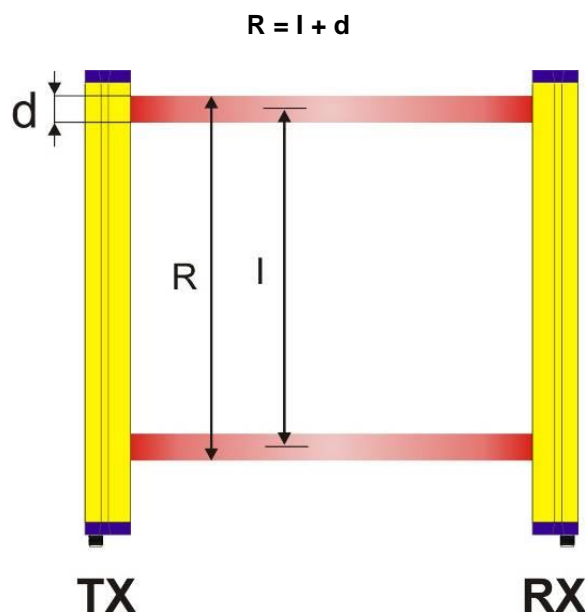

Abb. 1
- **Die Auflösung**, da sie eng an den Faktor gebunden ist, welcher Körperteil geschützt werden soll. Unter Auflösung der Einrichtung wird die Mindestgröße eines matten Objekts verstanden, durch den mindestens einer der den Abtastbereich bildenden Strahlen mit Sicherheit verdunkelt wird. Wie aus der Abb. 1 hervorgeht, hängt die Auflösung alleine von den geometrischen Eigenschaften der Linsen, dem Durchmesser und dem Abstand ab und wird dabei nicht von den Umgebungs- und Betriebsbedingungen des Lichtvorhangs beeinflusst. Der Auflösungs Wert lässt sich mit folgender Formel errechnen: